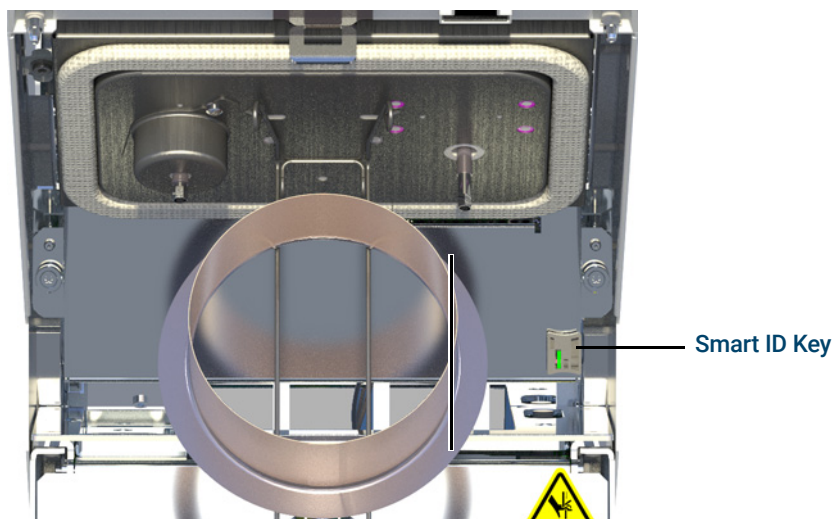

Abbildung 10. Smart ID Key einsetzen (Split/Splitless-Einlass abgebildet)
- 12 Falls verfügbar, setzen Sie den neuen Smart ID Key der Säule ein. Siehe **Abbildung 10**.